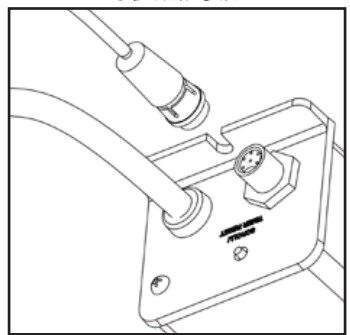
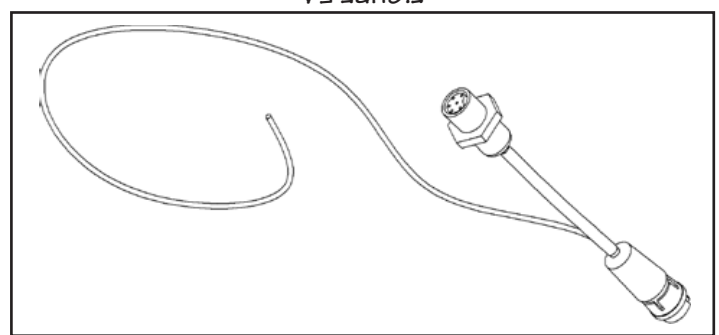

FIGURE 5B
FIGURE 5A
6. Sortie 4-20 mA (en option) : Pour ceux qui veulent pouvoir transmettre, à l'aide d'un signal 4-20 mA, les données sur l'intensité UV à un lieu éloigné, un câble "Y" de 20 mètres de long (65 pi) est vendu en option chez votre détaillant (Figure 5A). Pour l'obtenir, commander le câble no 260134. Pour l'installer, vous devez d'abord débrancher le câble original du capteur du contrôleur Cobalt "Plus" (Figure 5B) et y brancher le nouveau câble "Y" (Figure 5C). Ensuite, brancher l'extrémité mâle du câble original du capteur à l'extrémité femelle du nouveau câble "Y" ; Finalement, brancher le câble 4-20 mA à l'appareil approprié et s'assurer que tous les raccordements sont bien serrés.